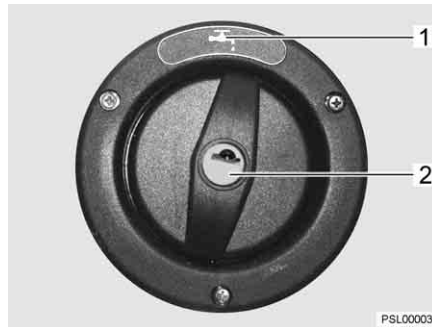

Fig. 39 Tapa de cierre para el tubo de llenado de agua potable
- ▷ El tubo de llenado de agua potable está identificado con el símbolo "☕" (Fig. 39,1).
- Introducir la llave en el cilindro de cierre (Fig. 39,2) y girar en sentido contrario a las agujas del reloj.